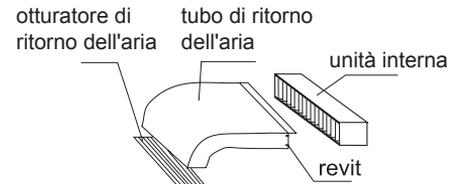

Fig. 1
2. Installazione del tubo di ritorno d'aria: Collegare un lato dei tubi di ritorno d'aria alla porta di ritorno delle unità interne con rivetti, collegare l'altro lato all'otturatore di ritorno dell'aria, come mostrato in Fig. 1.